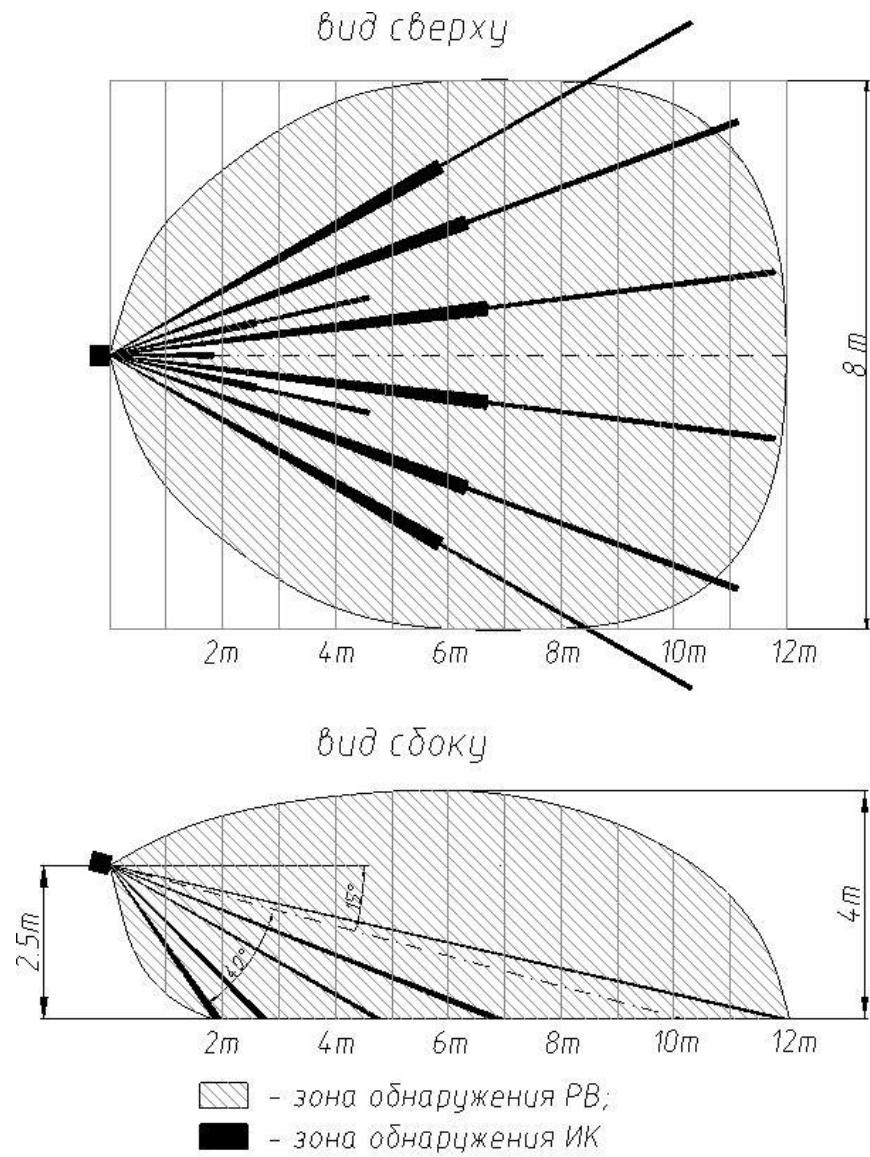

Рисунок 3.1 – Размеры зоны обнаружения извещателя «Циклон-10»
3.1 РВ и ИК каналы извещателя имеют различную форму зон обнаружения (см. рис. 3.1). Зоной обнаружения называется та объемно-пространственная часть участка, перемещение в которой человека вызывает тревожное извещение. Для формирования тревожного извещения необходимо одновременное пересечение зоны обнаружения РВ и ИК каналов.